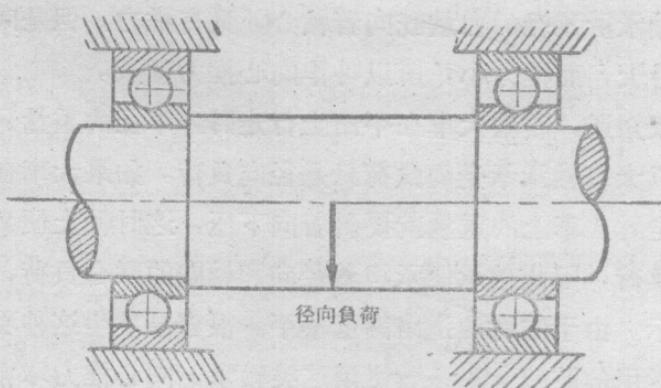

图1—5
径向負荷，就是所承受的力的方向是朝着軸的直径，換句話說，就是轉軸所担负的力量的方向是和軸的中心綫呈垂直状态，如图1—5所示。由于这种負荷的方向和軸径的方向一致，所以叫作径向負荷。既然轉軸承受的負荷方向朝着軸径，那么也就是朝着軸心，所以承受这样力量的軸承也叫作向心軸承。例如鍋駝机曲軸上的向心圓柱滾子軸承、手搖水車軸上的向心球軸承以及压延机用的向心球面滾子軸承等；都属于这一类。
2. 推力軸承：在某些机器的軸上（如鑽床的鑽軸），軸承所受到的力量方向是和軸的中心線平行，也就是和軸的中心線的方向一致，如图1—6所示，这种負荷就叫作軸向負荷。